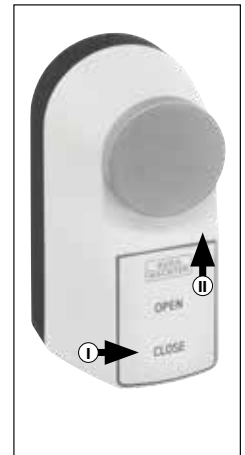

Abb. 2
Drücken und halten Sie die „CLOSE“-Taste für 5 Sekunden (I) (Abb. 2). Zur Bestätigung blinkt 5x eine **grüne** LED im Gehäuse auf (II) (Abb. 2).